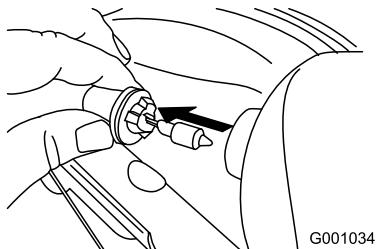

Figure 62
3. Sortez directement l'ampoule par l'arrière du phare (Figure 62).